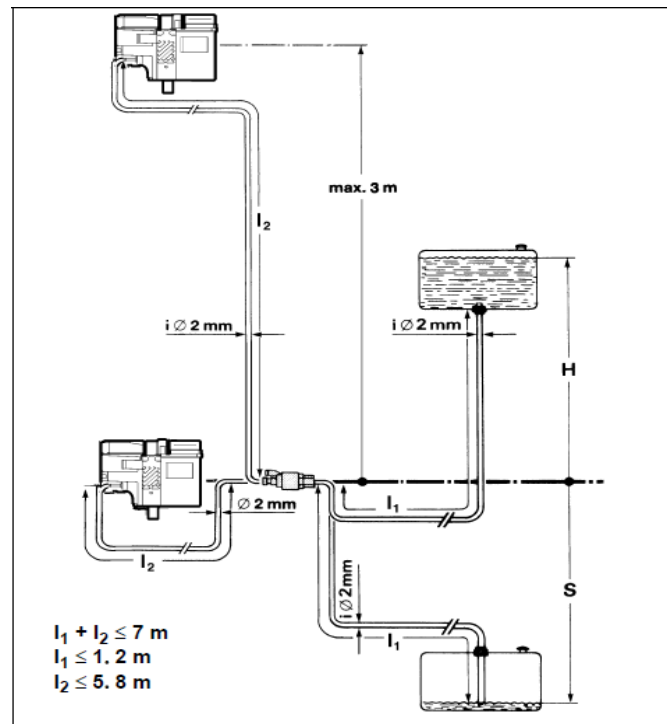

Abbildung 5
Das Schema des Kraftstoffversorgungssystem ist in Abbildung 5 gezeigt.
- 6.3.9 Da in den meisten Fällen nicht sichergestellt werden kann, dass die Kraftstoffleitungen durchgehend nach oben verlegt sind, darf der Innendurchmesser der Kraftstoffleitungen eine bestimmte Größe nicht überschreiten. Wenn die Kraftstoffleitungen durchhängen oder nach unten geneigt sind, sammeln sich in Leitungen mit einem Innendurchmesser von mehr als 4 mm Luftblasen an, was zu einer Fehlfunktion führt. Die Verwendung des in Abbildung 5 gezeigten Durchmessers gewährleistet, dass sich keine Luftblasen bilden.